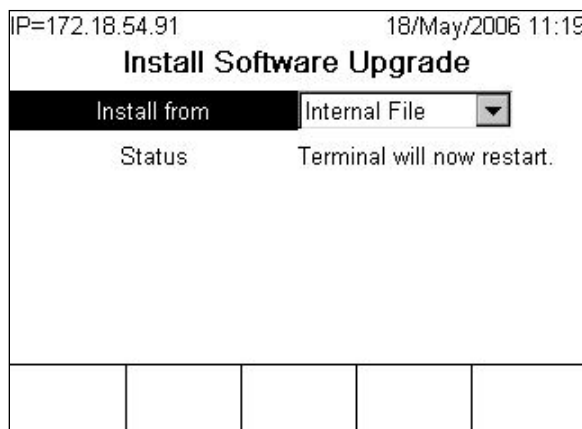

Figure 4-4 : Mise à niveau du micrologiciel en cours
8. Si l'IND780 trouve les fichiers dans le répertoire UPGRADE, l'écran illustré sur la Figure 4-4 s'affiche brièvement et le terminal est relancé.